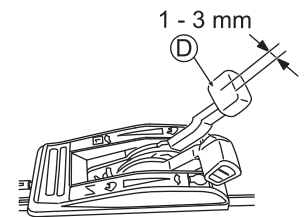

Abb. 33
Justieren Sie das Spiel des Ganghebels (D), wie in **Abb. 33** dargestellt, auf 1 - 3 mm.
3. Starten Sie den Motor und vergewissern Sie sich, dass die Mähgeschwindigkeit sich ändert, wenn der Ganghebel (D) betätigt wird.